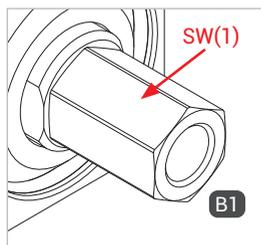

Abbildung 1
- ▶ Halten Sie beim Montieren der Betriebsmedienzuleitung „B1“ an der Schlüsselfläche SW(1) (Abbildung 1) mit einem Gabelschlüssel gegen..
- ▶ Verschrauben Sie die Betriebsmedienzuleitung „B1“ druckdicht mit dem Anschluss der Medienleitung (Abbildung 1). Anzugsdrehmoment siehe untenstehende Tabelle.